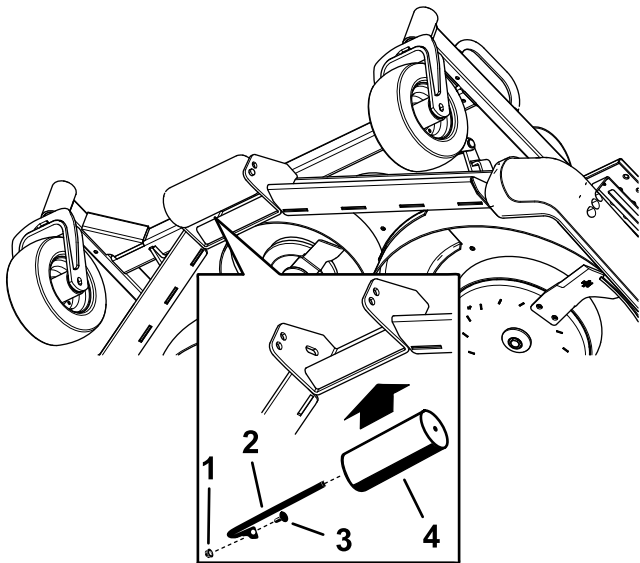

Figura 31
5. Alinee el rodillo con los taladros adecuados e instale el eje con el perno y la tuerca (Figura 31).